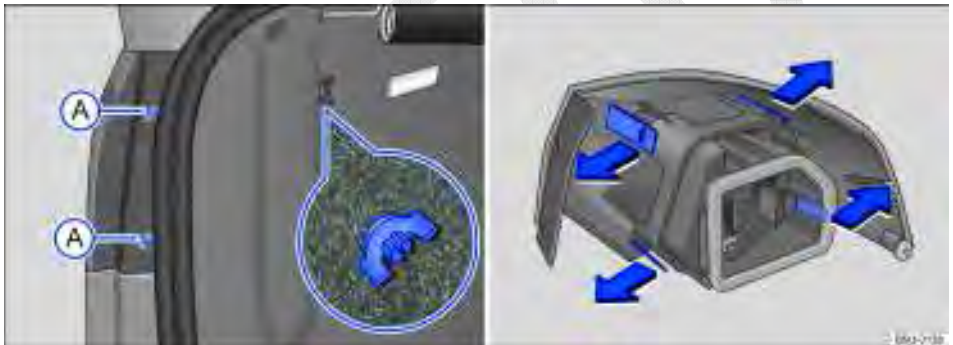

Fig. 185 Na carroceria: remover a lanterna traseira e suporte das lâmpadas.
3. Remover os parafusos de fixação ⇒ Fig. 185 A.
4. Soltar o parafuso borboleta ⇒ Fig. 185 (lupa) e retirá-lo, segurando, ao mesmo tempo a lanterna traseira.
5. Puxar cuidadosamente a lanterna para fora, para desencaixá-la da carroceria ⇒ ①.
8. Para destravar o suporte das lâmpadas, pressionar cada lingueta de travamento no sentido das setas ⇒ Fig. 185.